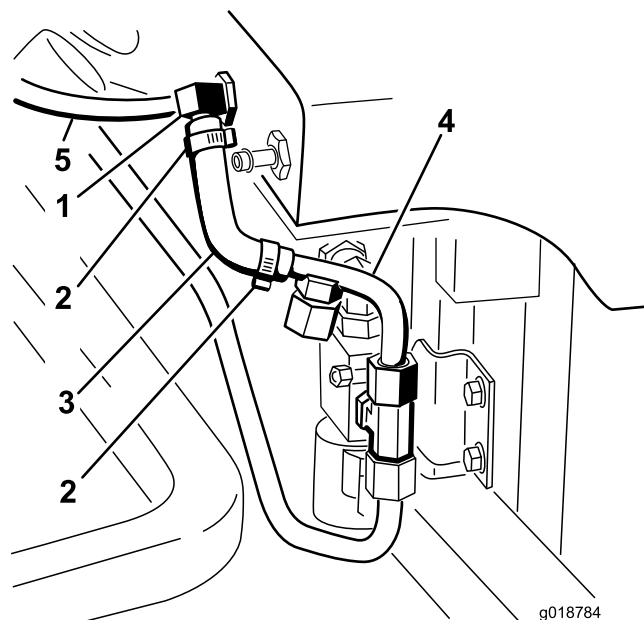

Figura 31
10. Deslice las dos abrazaderas pequeñas sobre la manguera hidráulica pequeña moldeada (Figura 31).
11. Conecte el extremo largo de la manguera moldeada al acoplamiento en T de 90 grados del depósito hidráulico (Figura 31).
12. Conecte el extremo corto de la manguera moldeada al extremo con espiga del tubo hidráulico N° 4 (Figura 31).
14. Instale provisionalmente el tubo hidráulico (manguera) N° 5 en el acoplamiento en T pequeño de 90 grados (Figura 31).